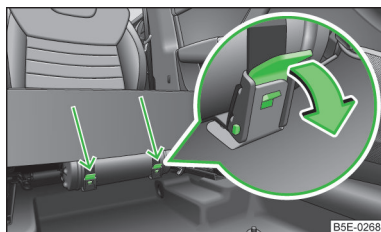

Fig. 196
- Desfaceți ambele chingi trăgând de siguranțele respective în sensul săgeții » fig. 196.